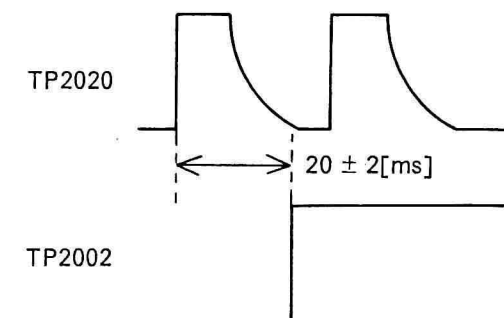

图10
②将慢放寻迹电位器置于固定位置;
③以SP方式用空白磁带记录彩条信号并重放;
④通过红外遥控器将录像机置于慢速放象;
⑤调节VR2011, 使相位移为 $20 \pm 2 \text{ ms}$, 如图10所示。